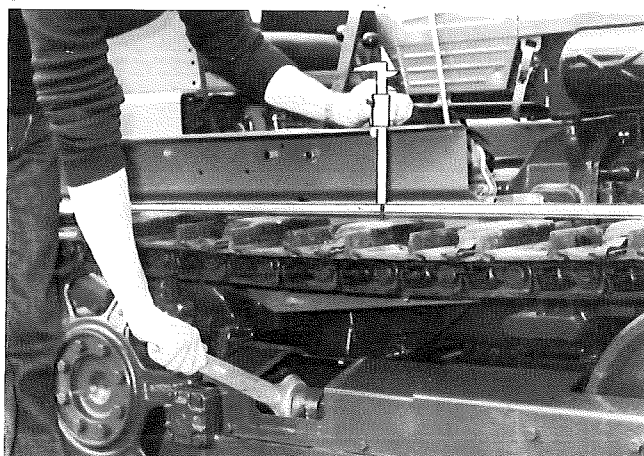

Fig. 189 - Contrôle du réglage de la chenille avec l'outil 5.9030.271.0.
- Nettoyer soigneusement la chenille et vérifier que la distance entre la partie supérieure de la chenille et le plan horizontal (voir figure 189) ne soit pas supérieure à $4 \div 5$ cm pour les chenilles sans galet porteur et de $2 \div 3$ cm. pour les chenilles avec un galet porteur. Dans le cas contraire, il faut agir sur la vis de réglage de la roue tendeuse jusqu'à obtenir la valeur indiquée.